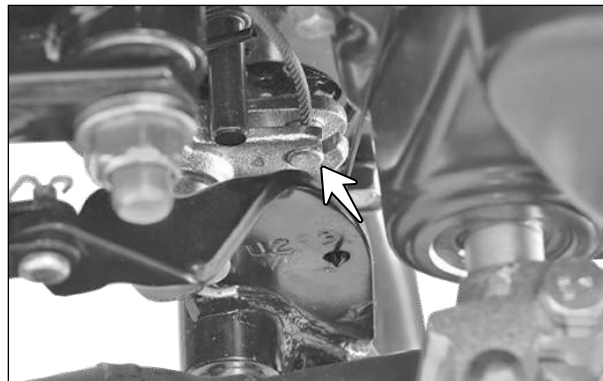

Fig. 6.108
- Remova o cabo CBS (seta) do pedal do freio. (Fig. 6.108)